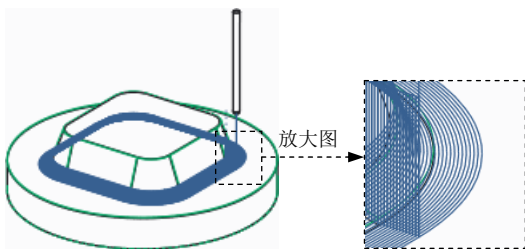

图 3.16.8 刀具的行走路线
Step2. 单击“播放路径”对话框中的 按钮，观测刀具的行走路线，结果如图 3.16.8 所示。演示完成后，单击 按钮。